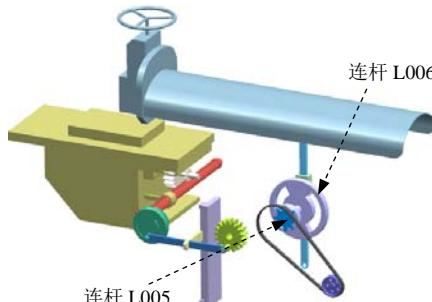

图 10.9.4 定义连杆（三）
(3) 定义连杆 L005 和连杆 L006。将连杆 L004 隐藏，选取图 10.9.4 所示的零件为连杆 L005 和连杆 L006，在“连杆”对话框中分别单击 应用 按钮。